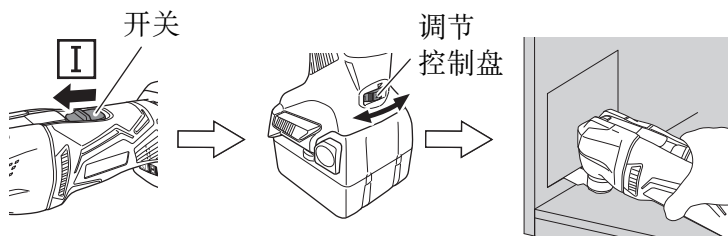

图 9
1. 开启装置并使用调节控制盘设置应用工具的速度。（图 9）
2. 轻轻地将应用工具放置在材料上，然后以平稳的速度向前移动应用工具。（图 9）